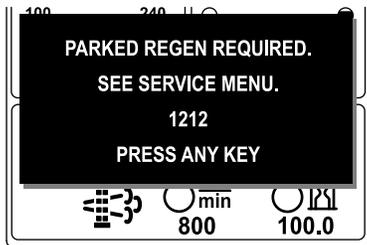

Figura 18
- Richiesta di rigenerazione parcheggiata ADVISORY #1212 (Figura 18)